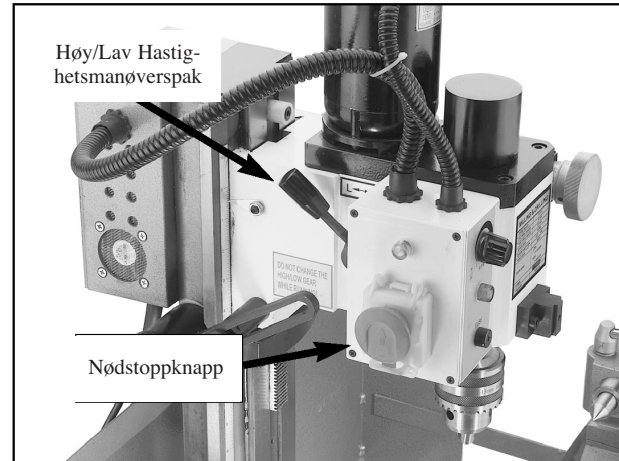

Fig. 4. Fres/boremaskinsregulering
3. Gjør deg kjent med fres/borehodets regulering som vises i fig 4 og 5.